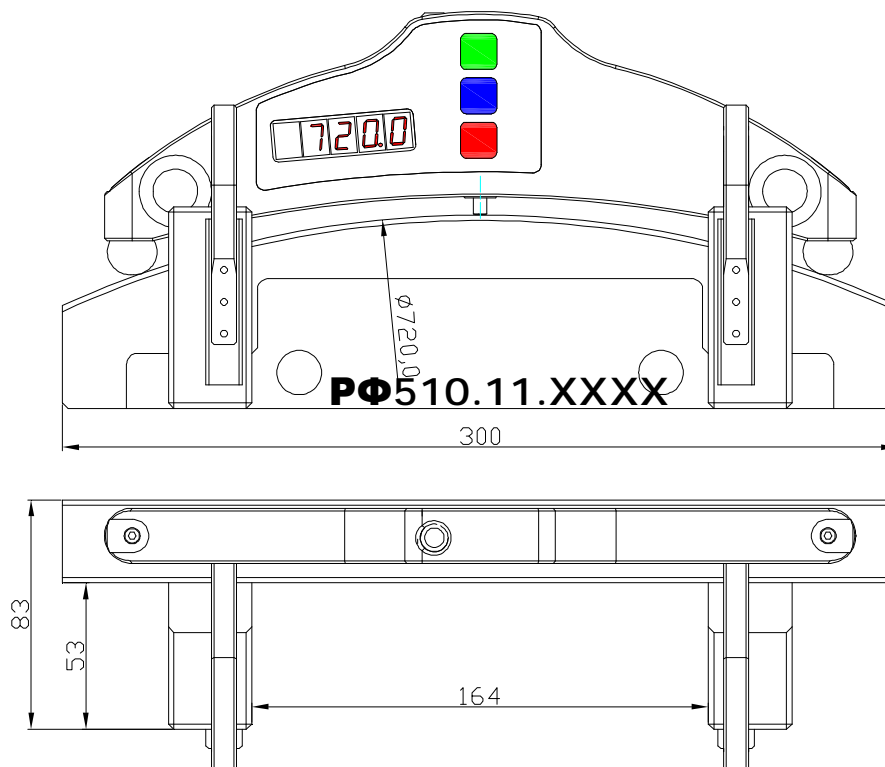

Рисунок 3
- шаблон колеса (колесо) с известным значением диаметра (либо Шаблон-диаметр РФ510.11.850, рис. 3.)